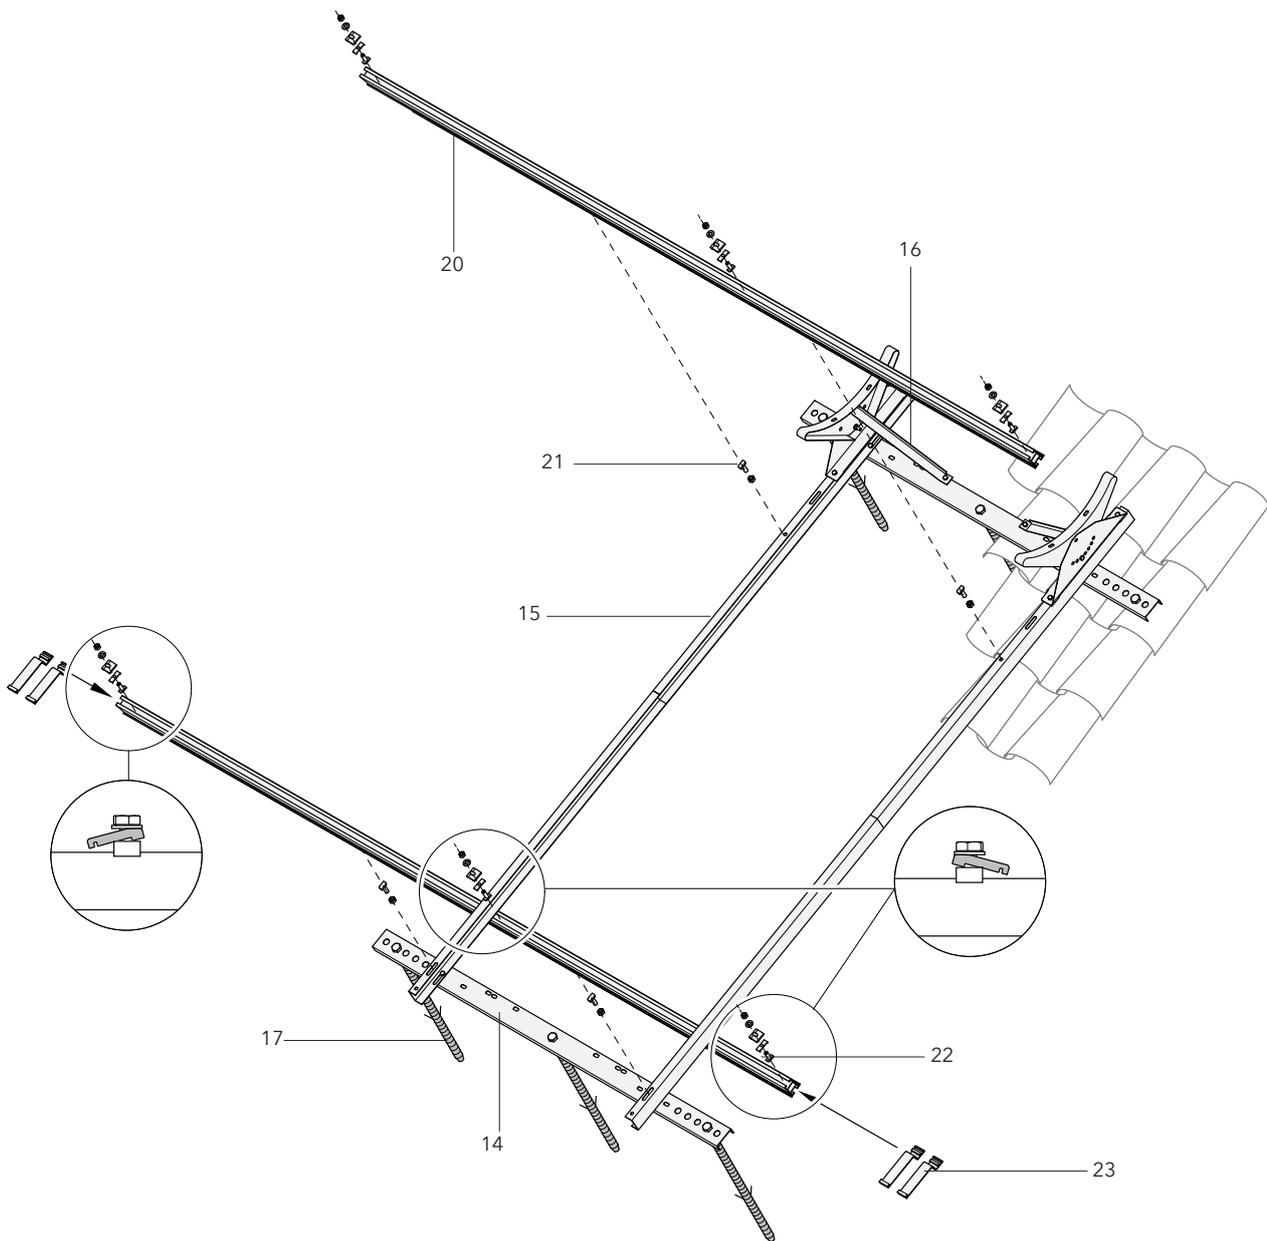
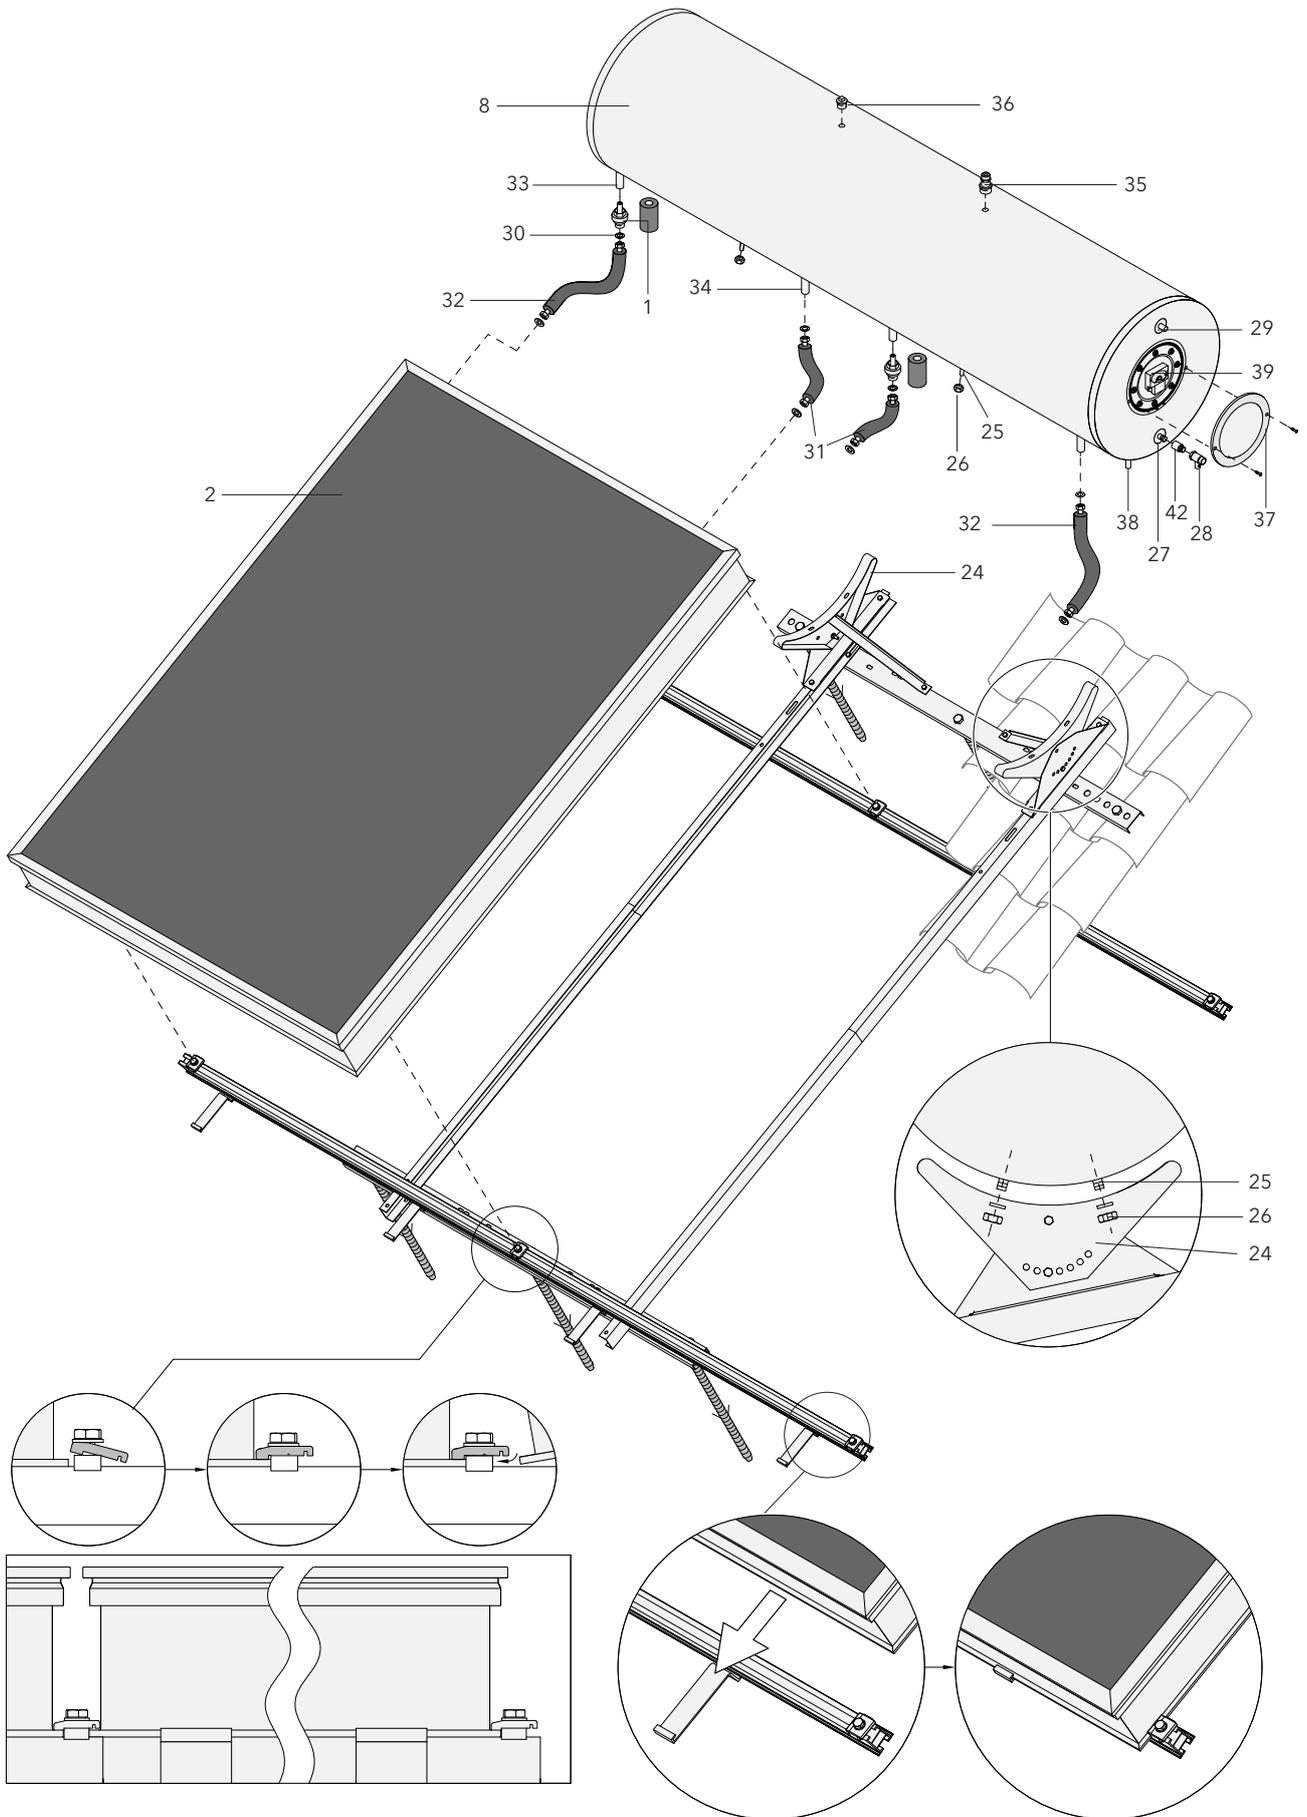

Abb. 12 Lieferumfang Gestell und Gestellerweiterung SECUterm 300 I (Positionsnummern s. Tab. 4)
Abb. 13 Lieferumfang von SECUterm 300 I sowie Montage von Kollektor, Speicher und Anschlussteilen (Positionsnummern siehe Tab. 4, S. 12)
Tab. 4 Positionsnummern aus Abb. 12 und Abb. 13
- Kollektorhalter (23) seitlich in die Montageschiene einführen (Abb. 12) und in Endposition bringen (Lupe Abb. 13).
- Alle Kollektorklemmen (22) auf den Montageschienen (20) vormontieren (Abb. 12). Dazu jeweils die Klemmen mit Unterlegscheibe, Mutter und Hammerkopfschraube an Montageschienen locker befestigen, so
- Montageschienen (20) mit Hammerkopfschrauben und Muttern (21) auf Längsschienen (15) fixieren (Abb. 12). Dabei darauf achten, dass sich der Hammerkopf in der Montageschiene um 90° dreht und verkantet (sichtbar an der Nut auf der Schraubenunterseite)!
- Kollektor (2) von rechts gegen Kollektorklemmen links außen schieben und in die Kollektorhalter herunterrutschen lassen.
- Zweiten Kollektor von rechts gegen mittige Kollektorklemme schieben und in Kollektorhalter rutschen lassen (s. Abb. 13 untere Bildlupen).
- Den Speicher (8) auf die Speicherhalterungen (24) mit den vier Gewindebolzen (25) in die entsprechenden Bohrungen einsetzen (Abb. 13, Lupe). Die Trinkwasseranschlüsse müssen sich dabei auf der rechten Seite des Speichers befinden (Abb. 13).
- Speicher beidseitig mit je zwei Muttern und Unterlegscheiben (26) festschrauben.
- Beide Solarkreise wechselseitig mit Wasser spülen durch Anschließen eines Schlauchs jeweils am Solarkreis-Vorlauf (33) und anschließend am Solarkreis-Rücklauf (34).
- Die vier Edelstahl-Wellschläuche (31 u. 32) mit den Kollektoranschlüssen ½" AG flachdichtend verbinden, so dass sich die längeren Edelstahl-Wellschläuche (32) an den Außenseiten befinden (s. Abb. 13). Dafür die Flachdichtungen (30) verwenden und dabei den Anschlussstutzen mit zweitem Maulschlüssel festhalten, um ein Beschädigen des Absorbers zu vermeiden!
- Die beiden Thermostatventile (1) an den rot markierten Vorlauf-Anschlüssen (33) des Speichers montieren. Dazu geeignetes Dichtmittel verwenden. Dämmungen
Die Anlage muss alle zwei Jahre von Fachpersonal überprüft werden. Folgende Maßnahmen sind durchzuführen (Abb. 11 und Abb. 13 bzw. Abb. 14):